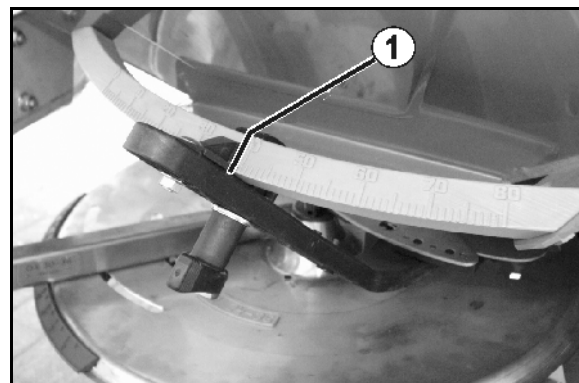

Fig. 42
10.  Pulsar el botón hasta que el indicador (Fig. 42/1) de la corredera de dosificación izquierda señale la posición correcta de la corredera.